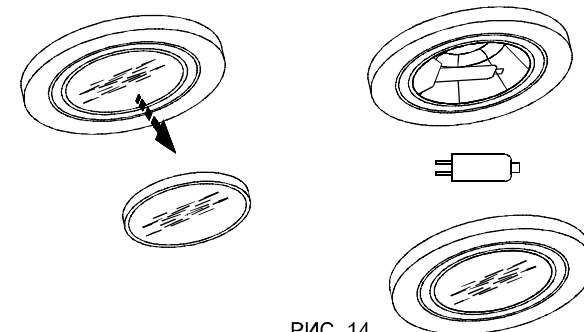

РИС. 14
8.6. Замену галогенной лампы (рис. 14) производите в следующей последовательности.